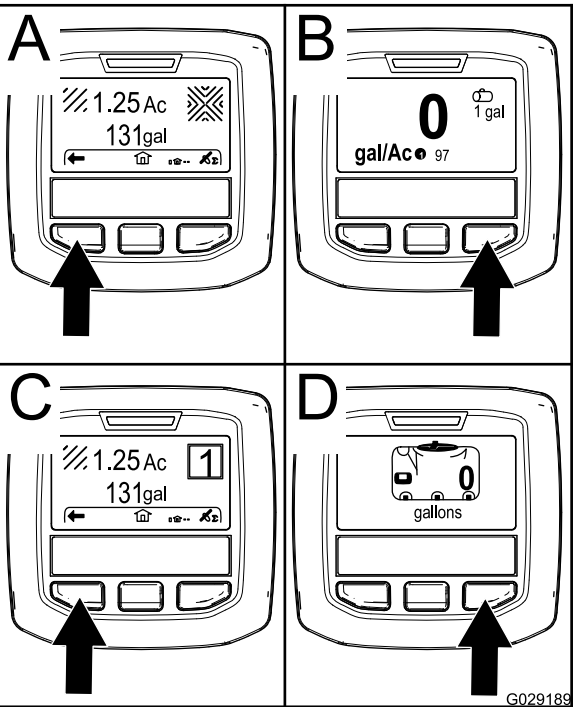

Figura 61
- Pulsante di selezione destro: **Area irrorata totale** (A della Figura 61)
- Pulsante di selezione destro: **Volume di applicazione** (B della Figura 61)